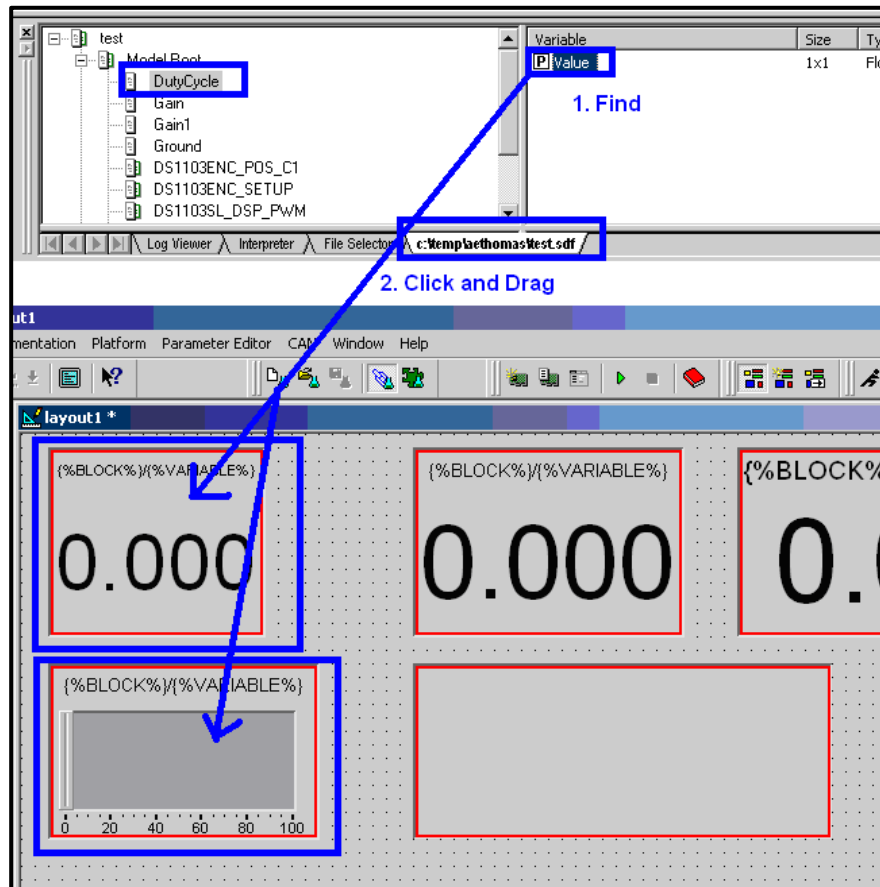

Fig. 2.16: Asignar las variables a los bloques.
- Una vez encontrada la pestaña con las variables en el archivo .sdf se procede a asignar a cada bloque la variable deseada a monitorear, controlar o grabar. Para esto, se tiene que elegir la variable que se asignara al bloque y se arrastra hacia él, como lo muestra la Fig. 2.16: